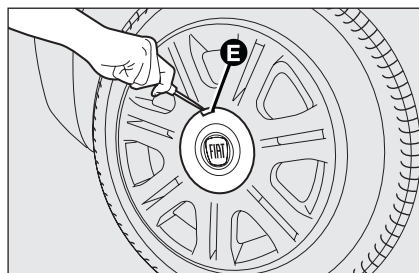

fig. 12
- ☐ en las versiones equipadas con llantas de aleación, quite el embellecedor mediante el destornillador haciendo palanca en la ranura específica **E-fig. 12**;